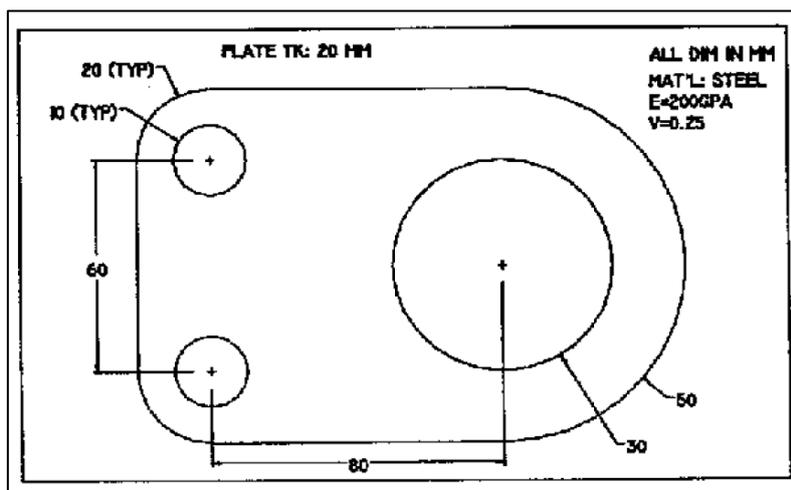

Figura 2: Geometría del problema a resolver con ANSYS.
- Dimensiones del componente: Ver figura 2.
El problema se debe resolver utilizando un elemento PLANE183 2-D con el comportamiento correspondiente a tensión plana. Se dibuja la geometría según el plano de visualización XY (Figura 2). El elemento estará fijo en los dos orificios pequeños de la izquierda y tendrá una presión de 10MPa aplicada en el contorno inferior del orificio de mayor diámetro situado a la derecha.